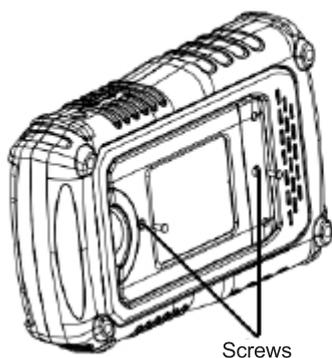

Figure 1
1. Entfernen Sie die beiden Schrauben am Batteriefachdeckel mit einem Schraubendreher. Wie in Abbildung 1 dargestellt.